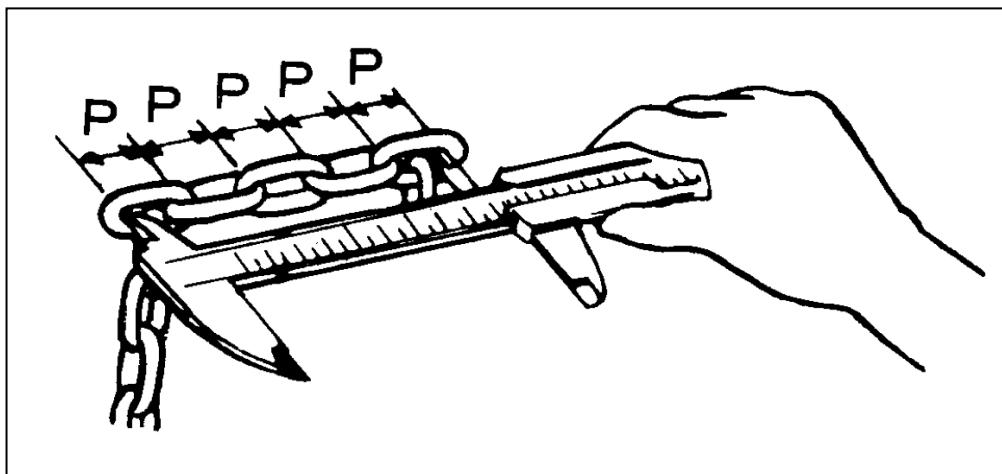

Fig. 5 Kontrolmåling af lastkæde
**Kontrol af lastkæde** (se fig. 5 og tabel 2)